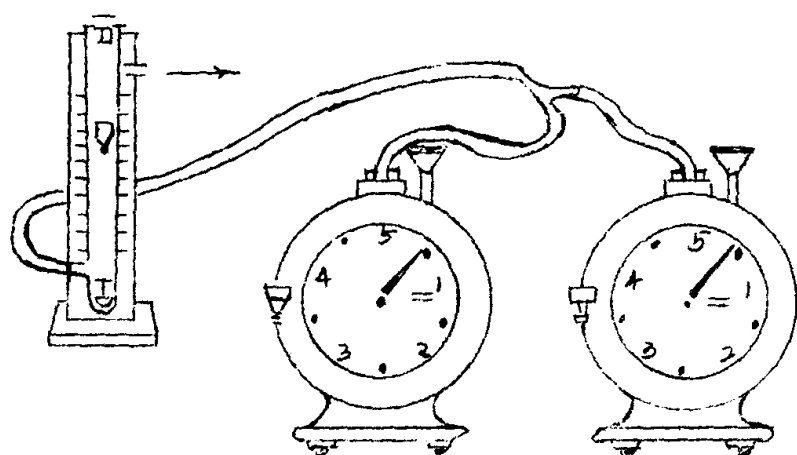

图8. 并联湿式流量计校正大流量的流量计装置示意
2. 湿式流量计 (图7) 所指示的流量有足够的准确性, 一种产品其表面为5升的湿式流量计, 额定流量为0.5立方米/小时, 即8.3升/分, 最大流量为12.4升/分, 由于流量范围的限制, 只适用于12.5升/分以下流量的校正工作, 如校正20—30升/分流量时, 可将三只湿式流量计并联使用, (图8)